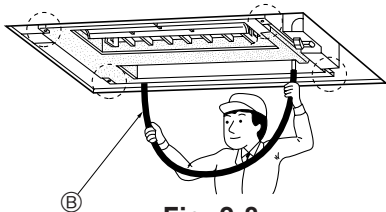

Fig. 2-8
- Ⓓ Ροδέλλα ② (με μόνωση)
- Ⓔ Ροδέλλα ①
4. Ελέγξτε ώστε οι τέσσερις γωνίες να είναι σε επίπεδη θέση (αλφαδιασμένες) χρησιμοποιώντας ένα αλφάδι ή έναν διαφανή πλαστικό σωλήνα με νερό. (Fig. 2-8)